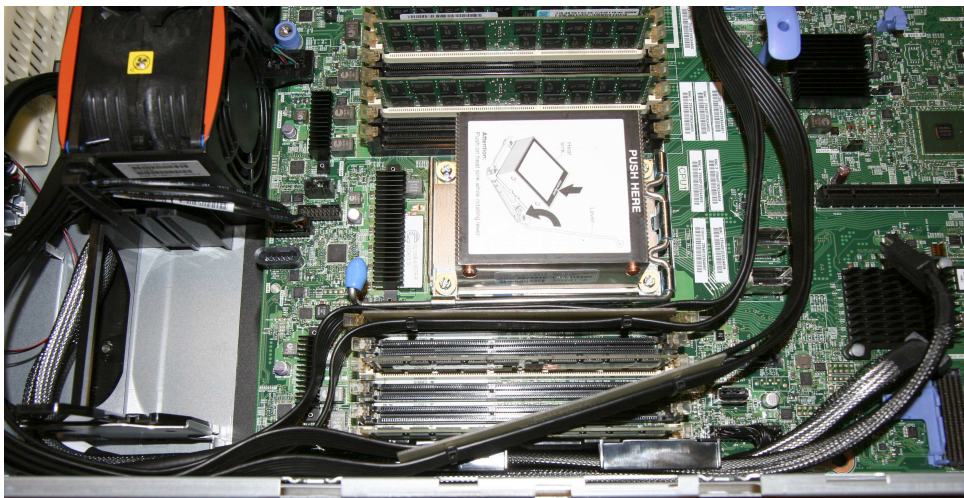

図 117. ヒート・シンクを回避するために、ダミー DIMM の後の電源ケーブルを曲げる
10. 図 117 に示すように、ダミー DIMM を下へ押して、スロット 6 の適切な位置にロックし、ケーブルを曲げて、背の高いヒート・シンクを回避します。